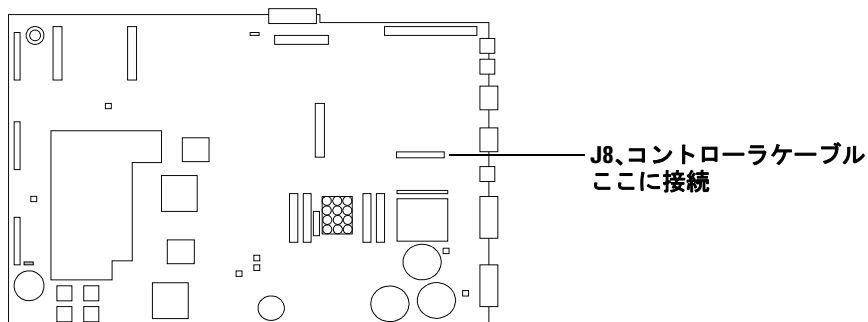

図 36 GC メインボード
- 9 コントローラの PCB ケーブル（部品番号 G2612-60510）をメインボードの J8 と ALS インターフェイスボードの P5 に接続します。ケーブルをメインボードの切り込み部分を通して這わせませす。図 34 および図 36 を参照してください。